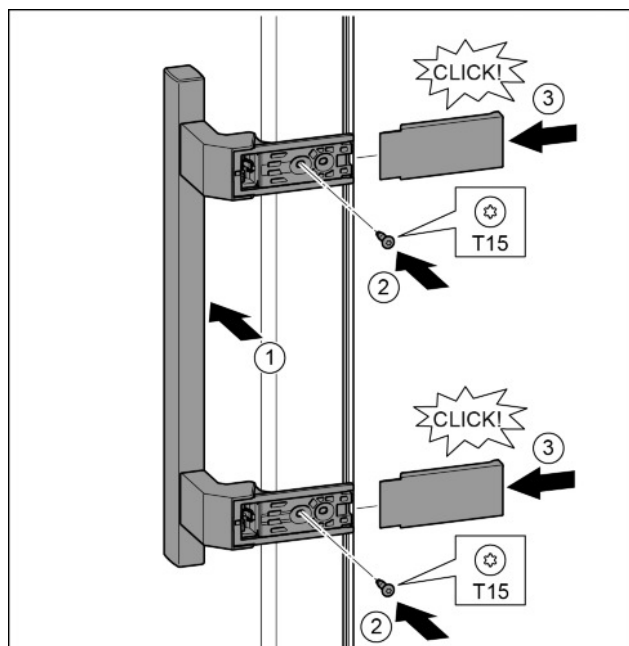

Fig. 15
- u Poser la poignée sur le côté opposé. Fig. 15 (1)
- u Serrer les vis avec un tournevis T15. Fig. 15 (2)
- u Mettre en place les caches latéralement et les enfiler. Fig. 15 (3)